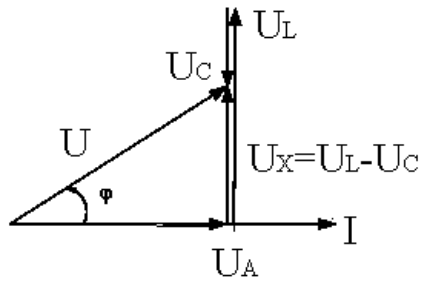
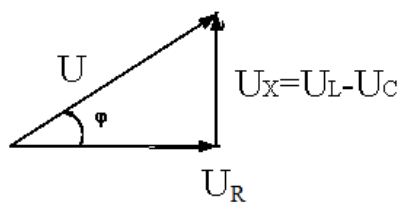

Рис. 5
Рис. 8
1) индуктивное сопротивление больше емкостного, т.е. $X_L > X_C$ $U_L > U_C$ $\varphi > 0$, ток в цепи отстает от приложенного к ней напряжения; цепь носит индуктивный характер; векторная диаграмма для данного режима представлена на рис. 5,
Выделяем из векторной диаграммы (рис. 5) треугольник напряжений и определяем по теореме Пифагора напряжение, приложенное к цепи (рис. 8).